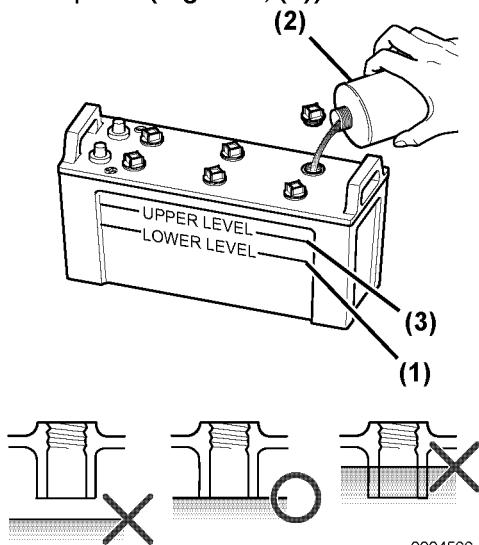

Figura 3
4. Se o nível for inferior ao nível de enchimento mínimo (**Figura 3, (1)**), encha com água destilada (**Figura 3, (2)**) (disponível localmente) até ao nível superior (**Figura 3, (3)**) da bateria.